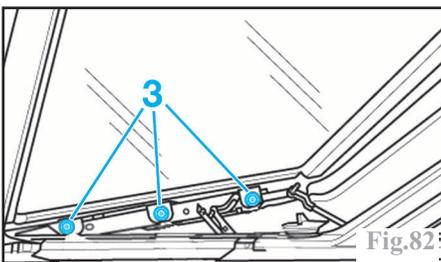

Fig.82
Déclipser l'écran (2) à l'avant et au centre, puis l'extraire dans le sens de la flèche. Dévisser les vis Torx (T 25) (3) (Fig.82) des deux côtés et dégager le couvercle par le haut.